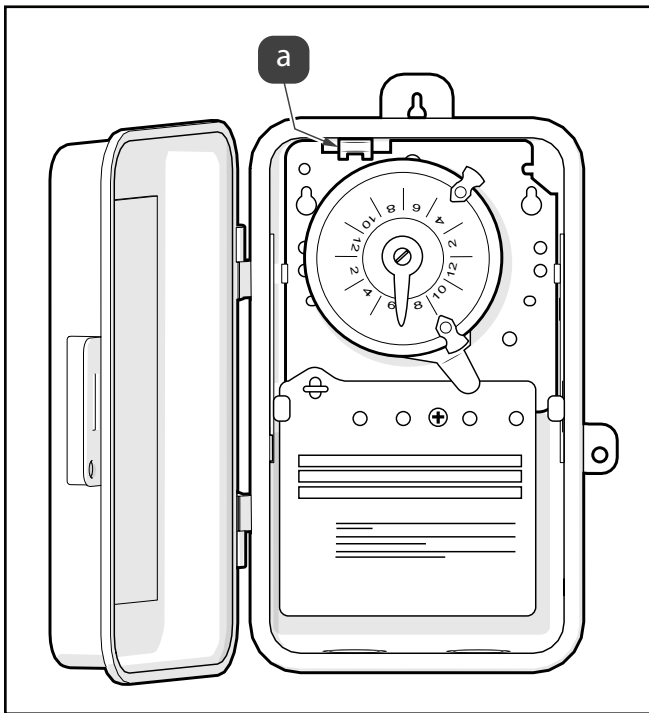

Figura 9. Quite el reloj de la unidad Intermatic®
3. Para quitar el reloj, presione la lengüeta de montaje hacia abajo y tire del conjunto del reloj; consulte la Figura 9 (a)